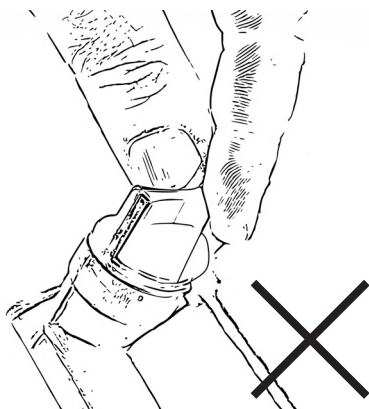

Bild 7
Vrid aldrig oljepåfyllningspluggen med ansluten oljesticka in i gängan vid avläsning av oljenivån. Detta leder till ett felaktigt mätresultat, fig. 7.
- Sänk ner oljestickan helt i oljan. Vrid **aldrig** oljestickan in i gängan, fig. 7.